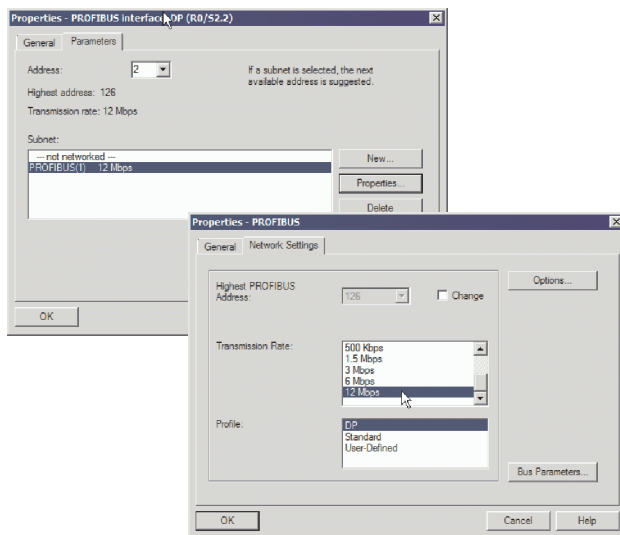

Рис. 2/5: Обработка свойств подсети
Диалоговое окно “Properties - PROFIBUS Interface DP” откроется автоматически (см. Рис. 2/5).
13. В диалоговом окне “Properties” кликните по “New...”, чтобы создать подсеть PROFIBUS (см. Рис. 2/5).
14. При необходимости выполните обработку записей “Transmission rate” и “Profile” во вкладке “Parameters” (см. Рис. 2/5).